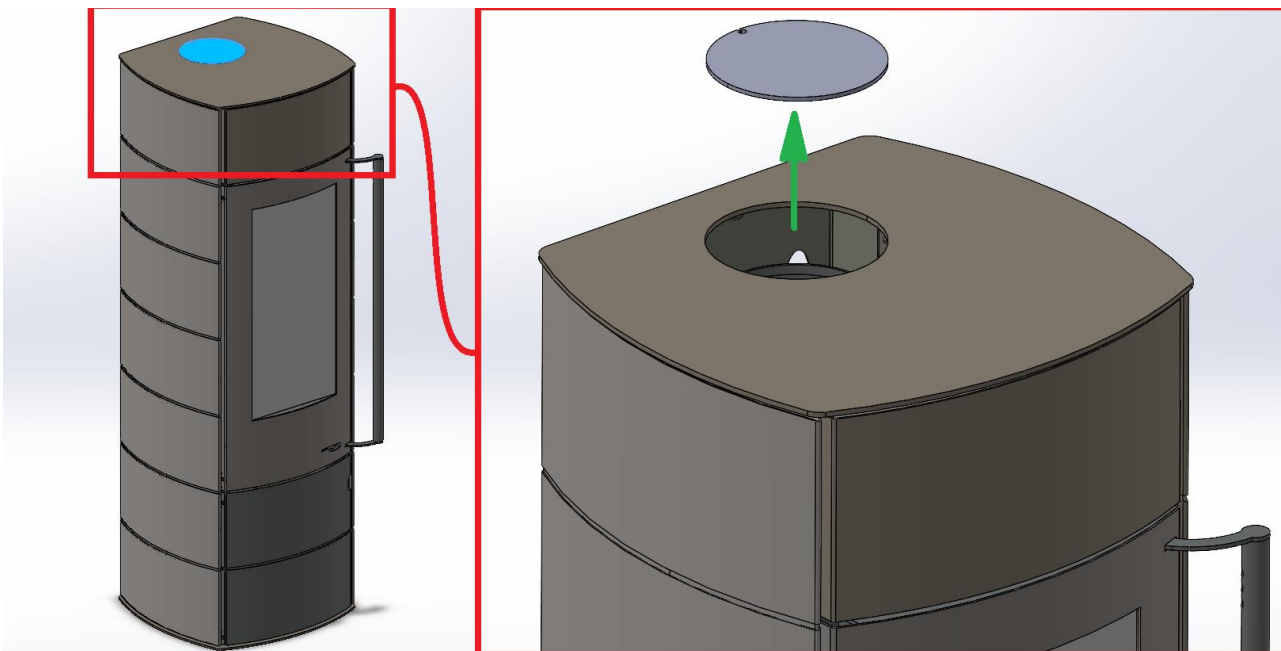

Figura 1 Rimozione del coperchio del raccordo del tubo fumario
2. Figura 1 Rimozione del coperchio del raccordo del tubo fumario	Pagina 5